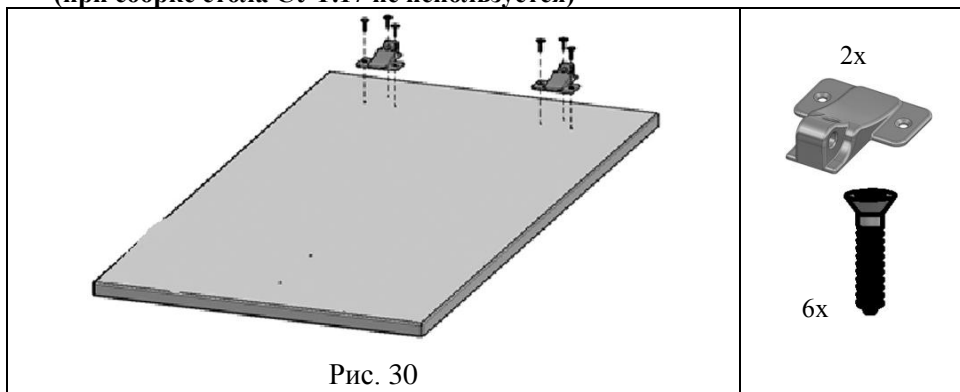

Рис. 30
4.5.14. На столешницу (поз. 7) прикрутить СУТ.11.192. Кронштейн шарнира (поз.1, пакет № 30) при помощи саморезов с потайголовкой 4x16 (поз. 2, пакет № 30), см. рис. 30.